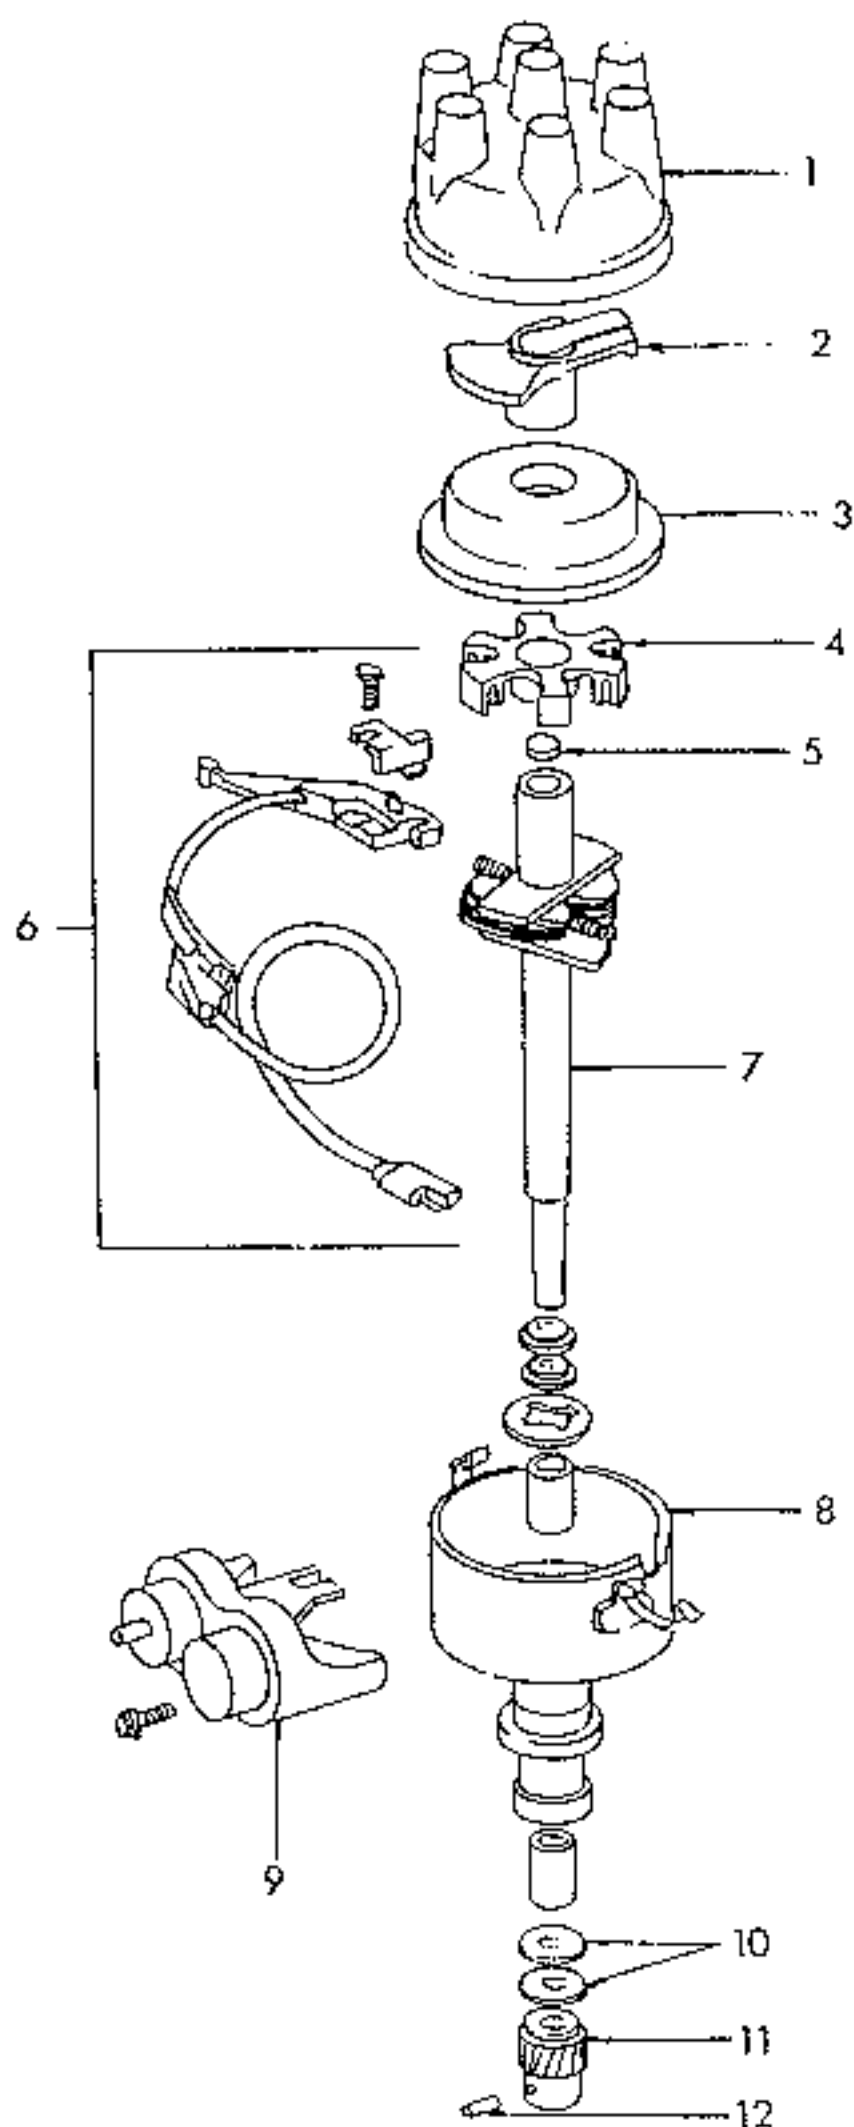

Bild 55 Montagebild des Zündverteilers.
- Unter Bezug auf Bild 55 den Verteilerläufer (2) und die Staubschutzabdeckung (3) entfernen.
- Mit einem kleinen Zweiarmabzieher das Sternrad (4) von der Welle herunterziehen. Unbedingt darauf achten, dass die Klauen des Abziehers unter dem inneren Ring des Rades sitzen, da man andernfalls das Sternrad beschädigen könnte.
- Von der Unterseite der Verteilerwelle den Sicherungsstift (12) aus der Welle schlagen (Welle auf Schraubstockbacken auflegen) und das Antriebsrad herunterziehen oder die Welle vorsichtig durchschlagen. Die beiden Scheiben (10) abnehmen.
- Verteilerwelle (7) aus dem Gehäuse (8) herausziehen. Dabei werden die in der Innenseite des Gehäuses befindlichen Scheiben frei.